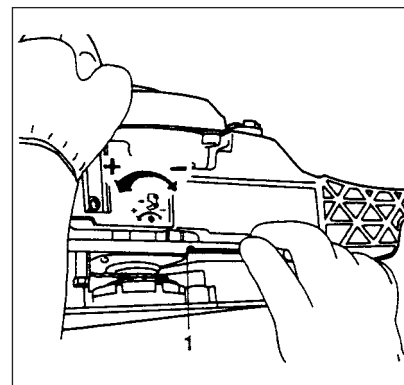

Fig. 2-1C
Vrid justeringskruven (1) moturs för att minska oljemängden och vrid den medurs för att öka oljemängden. (Fig.2-1C)